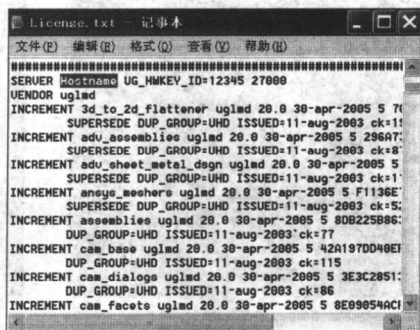

图 1-14 修改*.lic 文件
(8) 单击 Next 按钮后,开始 UG NX3 系统的安装。待安装完成后,根据提示就可以使用了。
(9) 完成安装后,检查 UG NX3 安装目录 UGS 中 UGFLEXLM 目录下的*.lic 文件中的主机名(将文件第一行中的 hostname 改为当前的机器名,如图 1-14 所示)。